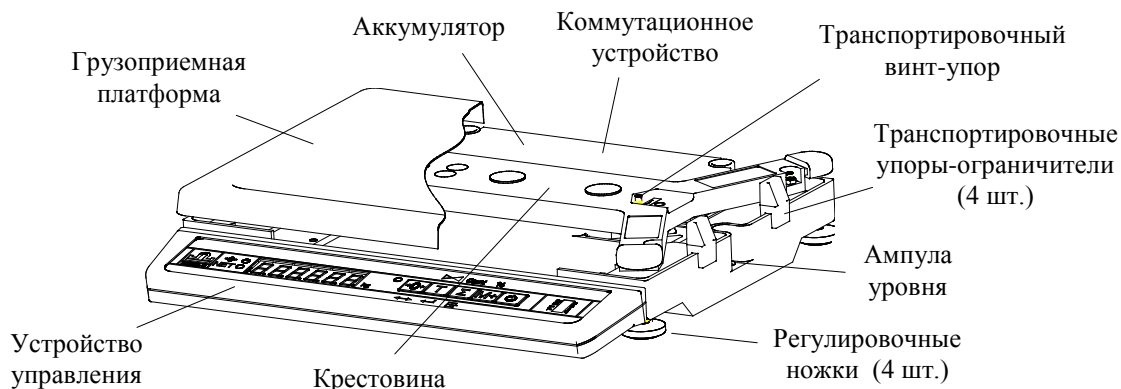
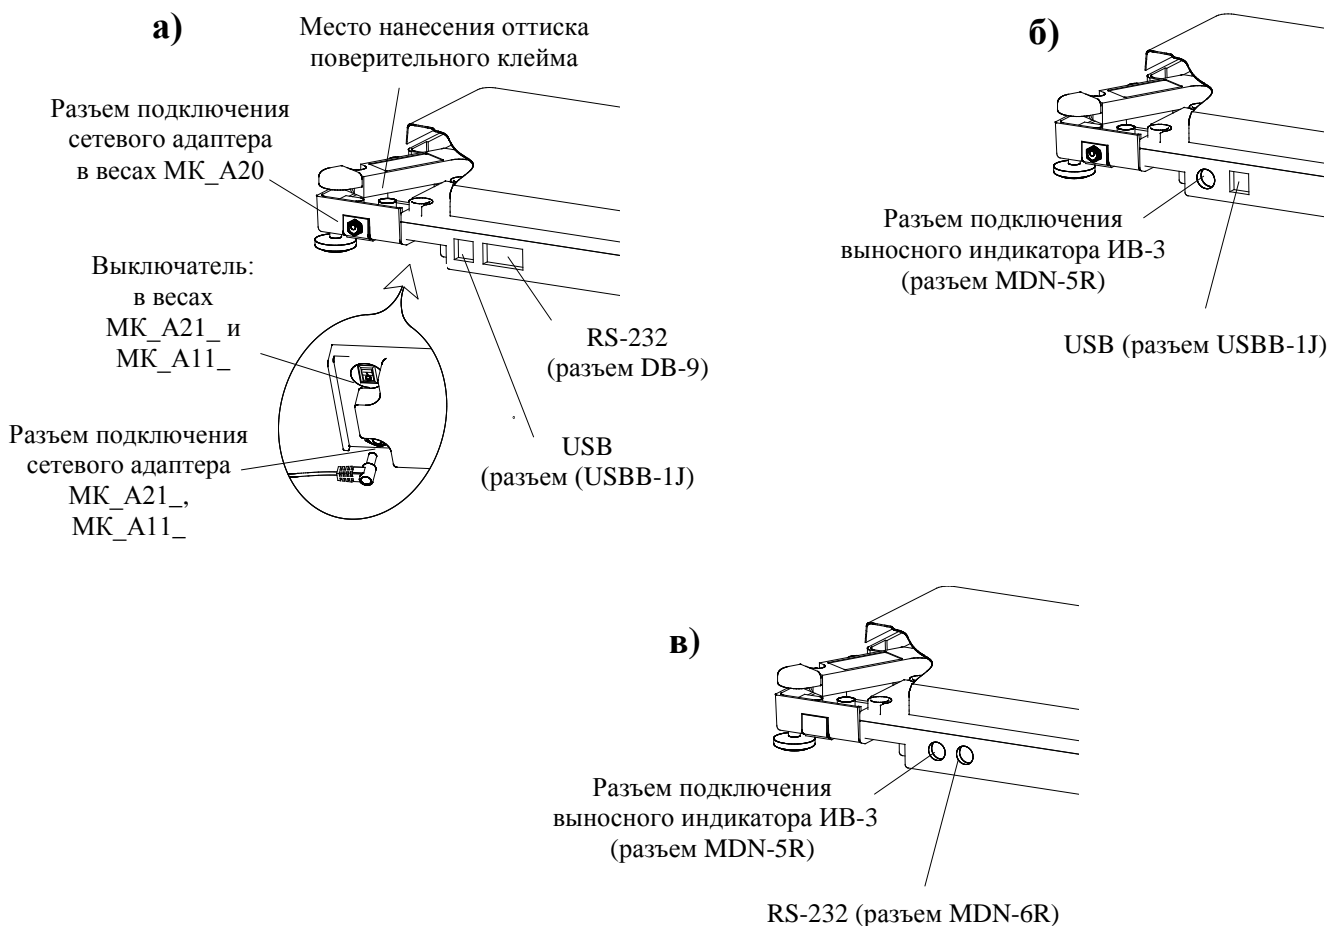
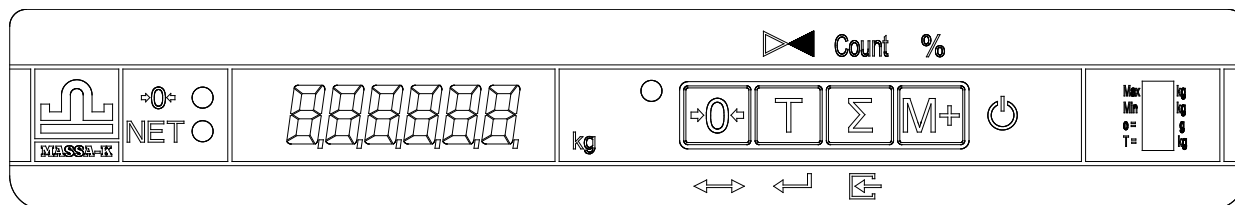

Рис. 5.1 – Весы МК\_А\_
Рис. 5.2 – Расположение интерфейсных разъемов в вариантах исполнения весов
Рис. 5.3 – Лицевая панель весов
Конструкция весов представлена на Рис. 5.1, Рис. 5.2. Расположение элементов индикации и кнопок клавиатуры приведено на Рис. 5.3.
6.2 Снять грузоприемную платформу с весов и убрать транспортировочные упоры-ограничители (Рис. 5.1).